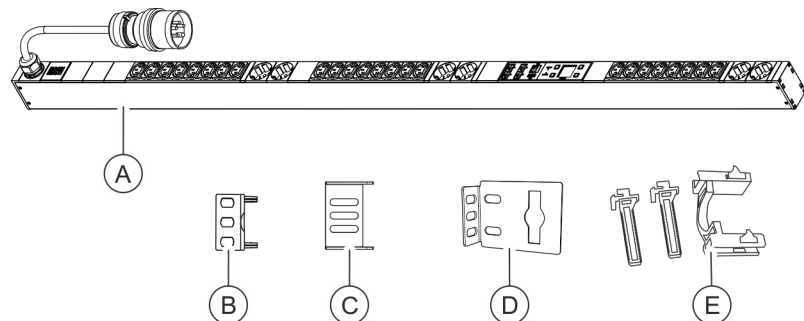

Abb. 9: Lieferumfang
- PDU (Abb. 9/A)
- Zwei Steckwinkel zur Montage der PDU über die Rückseite (Abb. 9/B)
- Zwei Steckwinkel zur Montage der PDU über die Seiten (Abb. 9/C)
- Zwei Einhängewinkel (Abb. 9/D)
- Zwei Sets Kaltgeräteverriegelungen (C13/C19) (Abb. 9/E)